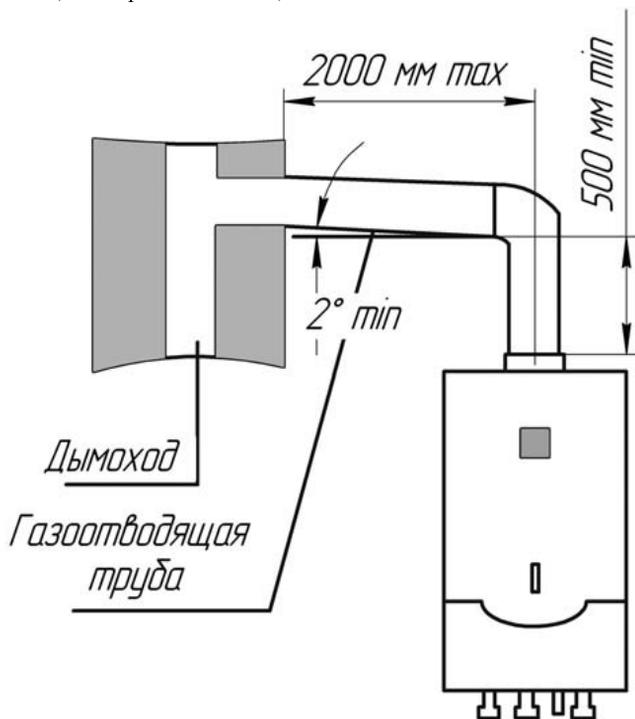

Рис. 5. Подключение аппарата к дымоходу.
9.1 Наиболее распространенная схема подсоединения газоотводящей трубы представлена на рис.5.